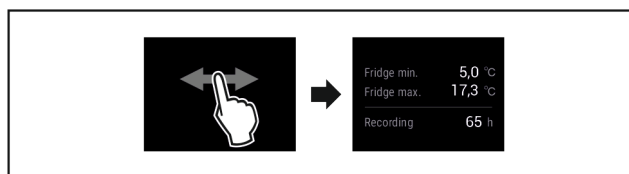

Fig. 177
- Eseguire i passi (vedere Fig. 177).